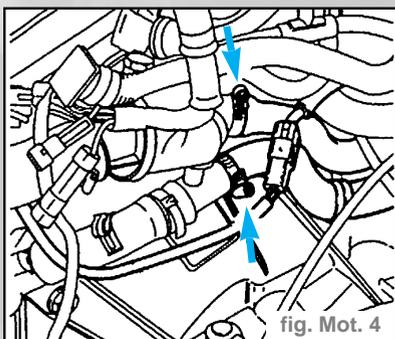

fig. Mot. 4
- Débrancher la connexion de sonde Lambda et les tuyaux de liquide de refroidissement (fig. Mot. 4).